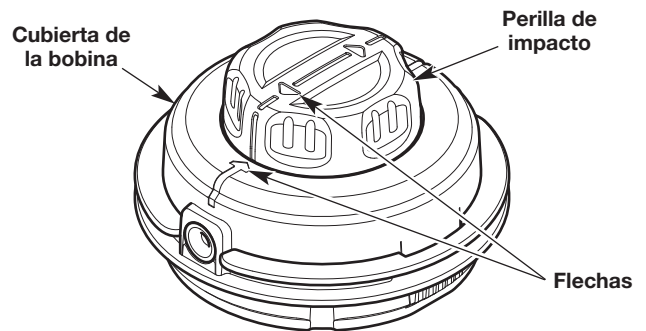

Fig. 16
- Gire la perilla de impacto para alinear las flechas de la perilla con las flechas de la cubierta de la bobina (Fig. 16).